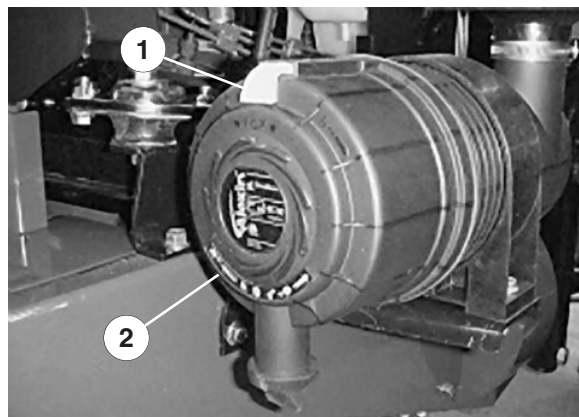

Figure 21
1. Tirez le verrou vers l'extérieur et tournez le couvercle du filtre à air dans le sens anti-horaire. Enlevez le couvercle (Fig. 21) et nettoyez l'intérieur.